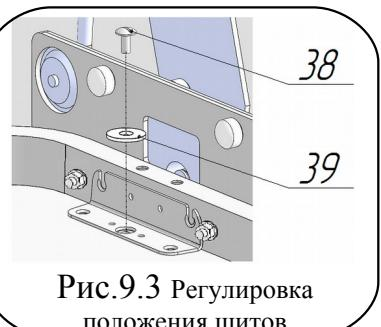
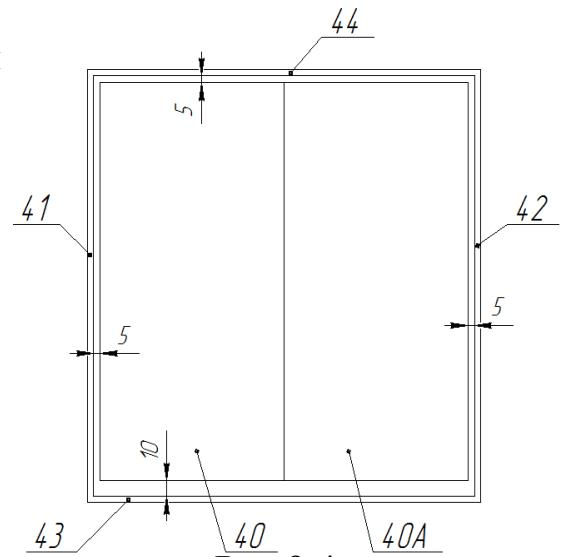

РИС.9.3 Регулировка положения щитов
Рис.9.4
**Шайбу подложить под головку винта.** Привести кровать в вертикальное положение. Последующей регулировкой щитов обеспечить зазоры между стенками короба поз.41,42, верхней панелью поз.44 и щитами декоративными поз.40 и 40А — 5 мм (рис.9.4 и 29), между панелью нижней поз.43 и щитами декоративными поз.40 и 40А— 10 мм (рис.9.4 и 29). Регулировку щитов произвести следующим образом: привести кровать в горизонтальное положение, ослабить винты M6x13 поз. 38 (рис.9.3). Сместить декоративные щиты в необходимом направлении. Затянуть винты M6x13 поз. 38. При необходимости повторить операцию выравнивания. Окончательно закрепить